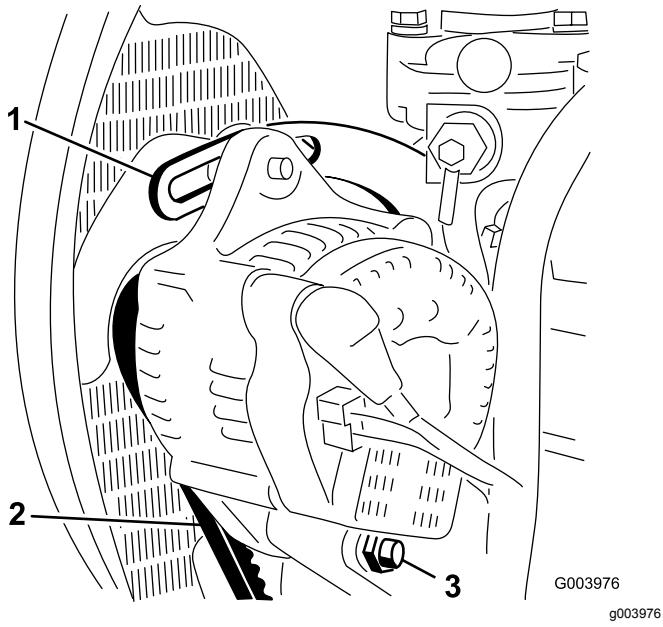

Bild 54
2. Prüfen Sie die Spannung des Treibriemens, indem Sie eine Kraft von 10 kg in der Mitte zwischen der Lichtmaschine und der Kurbelwellenscheibe ansetzen (**Bild 54**).
4. Lockern Sie die Schraube, mit der die Strebe am Motor befestigt ist (**Bild 54**) sowie die Schraube, mit der die Lichtmaschine an der Strebe und der Drehschraube befestigt ist.